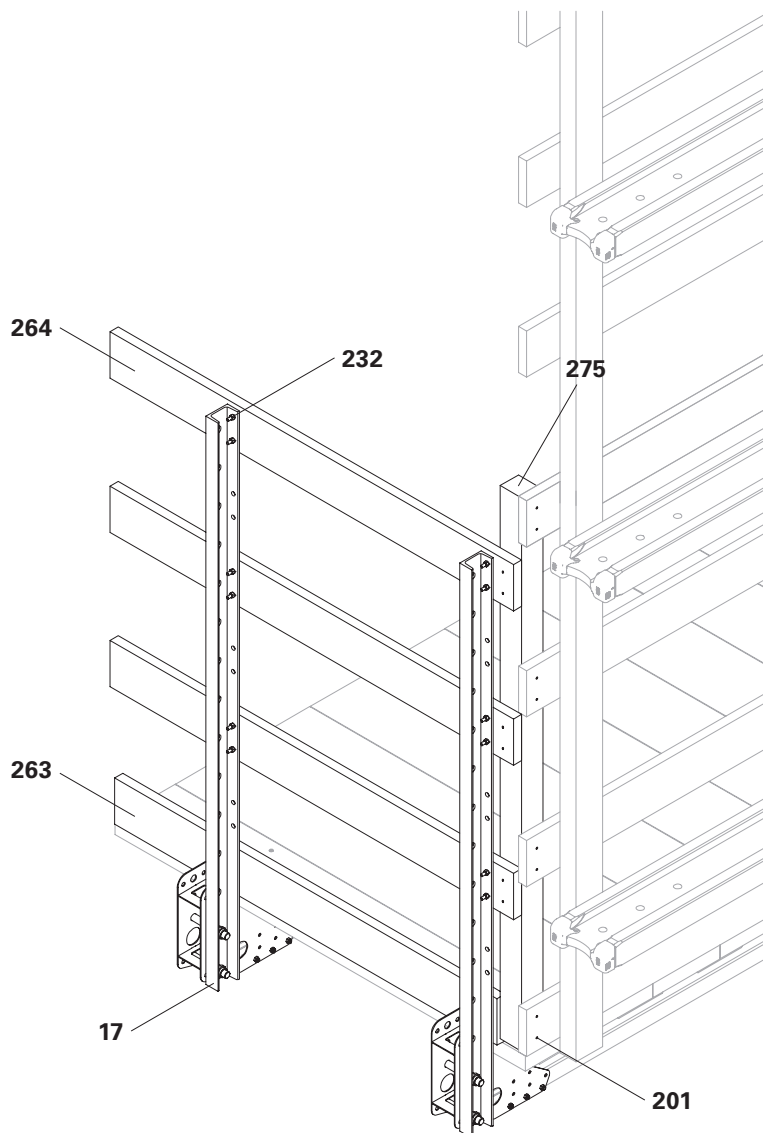

Fig. B11.04
3. Avvitare il travetto squadrato 8/8 (**275**) con 2 viti Torx 6 x 60 (**201**) per tavola alla protezione laterale e alla tavola fermapiede. (Fig. B11.04)